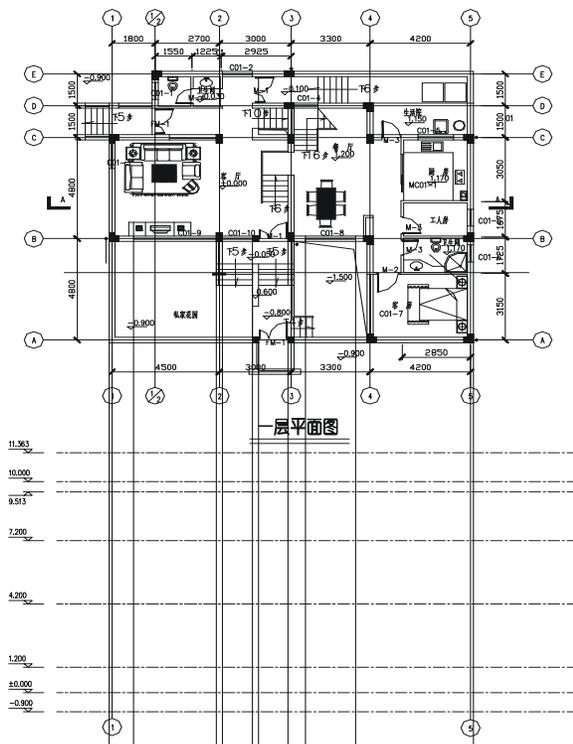

图 10-1-6
**STEP 05** 并用直线命令 LINE 引出外墙的门和窗户的边线，如图 10-1-6 所示。其具体操作步骤如下：
// 分别依次单击如图 10-1-6 所示平面图中的窗户和门的左右边线, 得到门窗的左右边线如图 10-1-6 所示